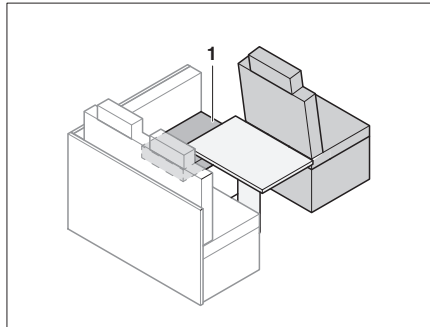

Fig. 189 Avant la transformation
- Mettre le coussin d'assise (Fig. 189,1) sur le côté.